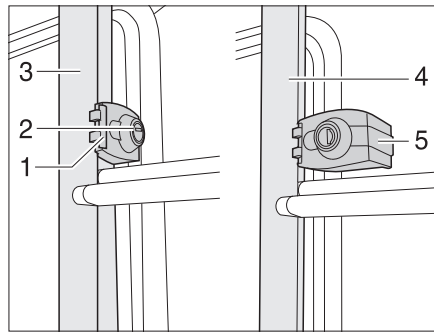

Fig. 3 Bloqueo de la escalera trasera
- Insertar la llave en el cilindro de cierre (Fig. 3,2) del bloqueo de la escalera trasera (Fig. 3,1) y girar un cuarto de vuelta hasta que la llave esté en posición vertical.
- Retener la parte plegable de la escalera trasera (Fig. 3,4) y girar el gancho de seguridad (Fig. 3,5).
- Insertar la llave en el cilindro de cierre (Fig. 3,2) del bloqueo de la escalera trasera (Fig. 3,1).
- Girar el gancho de seguridad (Fig. 3,5) hacia dentro alrededor del tubo de la parte fija de la escalera trasera (Fig. 3,3).